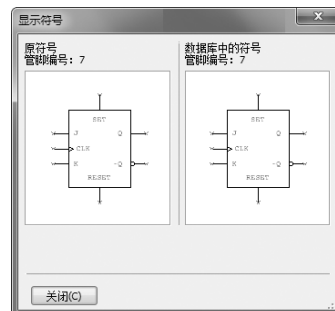

图 7-4 “显示符号”对话框
2) 单击“类似”按钮，重新编号，系统弹出如图 7-4 所示的“显示符号”对话框，提示用户相对前一次状态和相对初始状态发生的改变，查看更新前后符号变化情况。